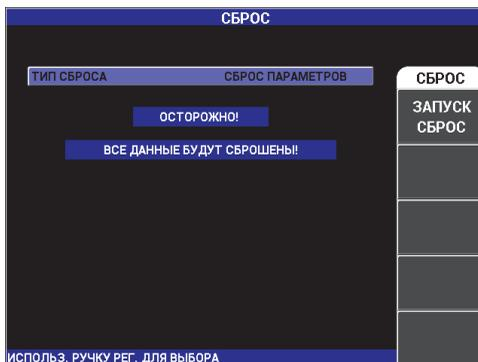

Рис. 4-19 Меню СБРОС
- (1) Для доступа к меню **СБРОС** нажмите клавишу ADV SETUP (⚙️), затем функциональную клавишу E и, с помощью ручки регулировки, выберите желаемый тип сброса: параметры, память или основной (см. Рис. 4-19 на стр. 101 и Табл. 4 на стр. 102).
- (2) Для выполнения сброса нажмите функциональную клавишу A.
- (3) Для выхода из меню нажмите клавишу Return (↻).